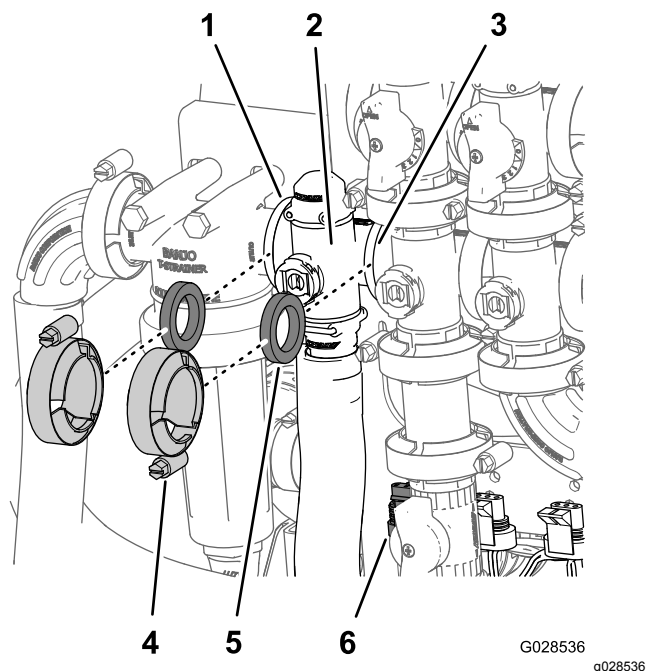

Figure 88
1. Retirez les colliers et joints qui fixent le collecteur du régulateur de débit (Figure 88).